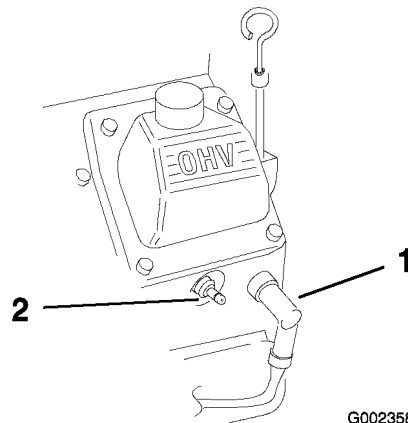

Figura 41
3. Scollegate i cappellotti dalle candele (Figura 41).